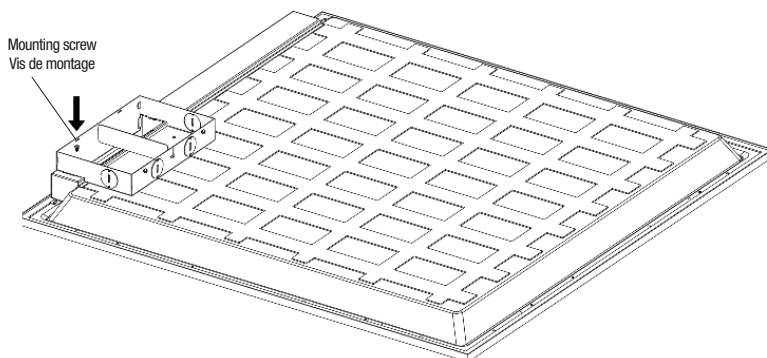

Fig. 3
SURFACE MOUNT (OPTIONAL - Fig. 3)
MONTAGE EN SURFACE (OPTIONNEL - Fig. 3)
4. Install the junction box on the driver box with screw (Fig. 3).
4. Installer la boîte de jonction sur la boîte de pilote des DEL avec la vis (Fig. 3).
3. Assemble the metallic frame by using the included screws (Fig. 3).
3. Assembler le cadre métallique à l'aide des vis fournies (Fig. 3).